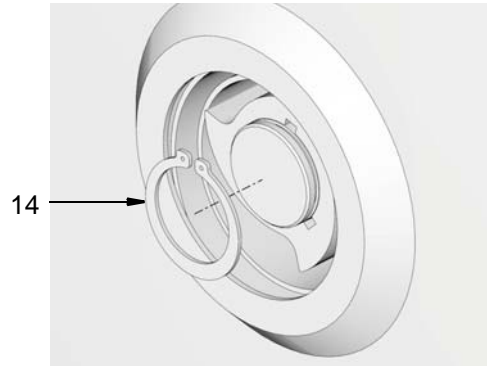

FIG. 45
- f. Install snap ring (14) (FIG. 45).